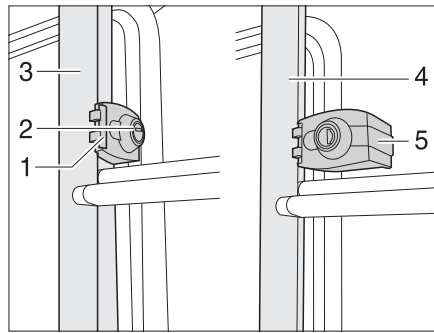

Bild 3 Heckleiter-Verriegelung
- Den Schlüssel in den Schließzylinder (Bild 3,2) der Heckleiter-Verriegelung (Bild 3,1) stecken und eine viertel Umdrehung drehen, bis der Schlüssel senkrecht steht.
- Den klappbaren Teil der Heckleiter (Bild 3,4) festhalten und den Sicherungsbügel (Bild 3,5) ausschwenken.
- Den Schlüssel in den Schließzylinder (Bild 3,2) der Heckleiter-Verriegelung (Bild 3,1) stecken.
- Den Sicherungsbügel (Bild 3,5) nach innen um das Rohr des festen Teils der Heckleiter (Bild 3,3) schwenken.